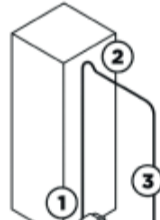

Рис. 4
- Закрепите на выходном фитинге (рис. 4, поз. 1) выпускную трубку внутренним диаметром 10 мм и затяните в месте соединения хомутом-стяжкой (не входит в комплект). Протяните трубку на требуемую высоту, предварительно убедившись, что она не превышает предельно допустимую. В наивысшей точке дренажной магистрали (рис. 4, поз. 2) направьте трубку до места слива с небольшим уклоном, а затем опустите ее вниз до уровня насоса, если возможно. Это приведет к возникновению сифонного эффекта, в результате чего повысится эффективность насоса, а трубка после каждого цикла включения-выключения будет оставаться пустой. Если конец трубки (рис. 4, поз. 3) невозможно опустить до уровня насоса, попробуйте создать перевернутый U-образный участок непосредственно над насосом, также в наивысшей точке участка подъема (рис. 4, поз. 2).